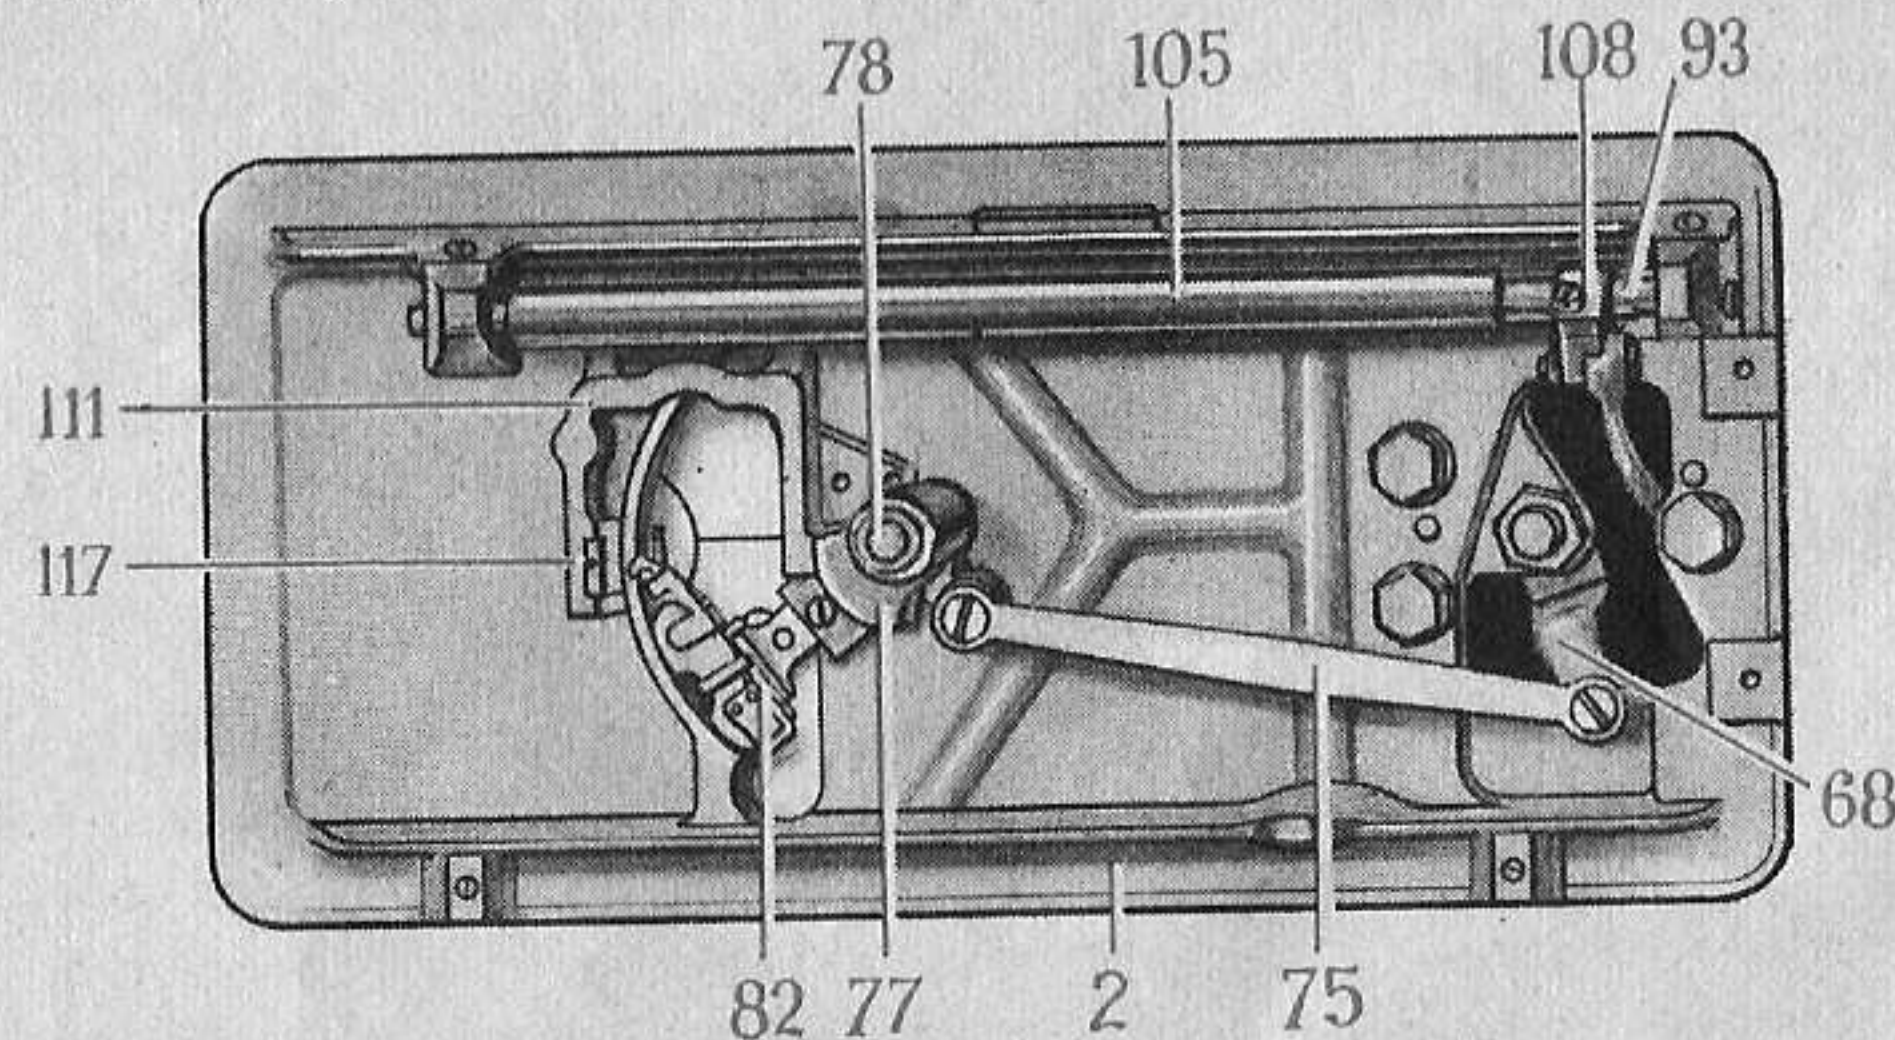

Fig. 14
4° *Sous la tête* (fig. 14). Les deux pointes d'articulation placées aux extrémités de l'axe règle-point (105).